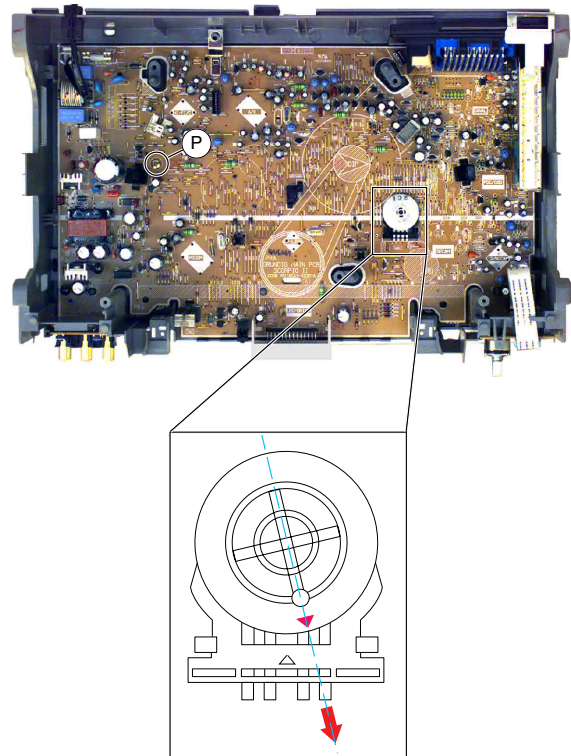

Fig. 7
- Funktionswahlschalter SW601 (Fig. 7) in die Laufwerkposition Eject drehen.
- Turn the function selector SW601 (Fig. 7) in the Eject position.
- Schraube (P) (Fig. 7) herausdrehen.
- Undo the screw (P) (Fig. 7).